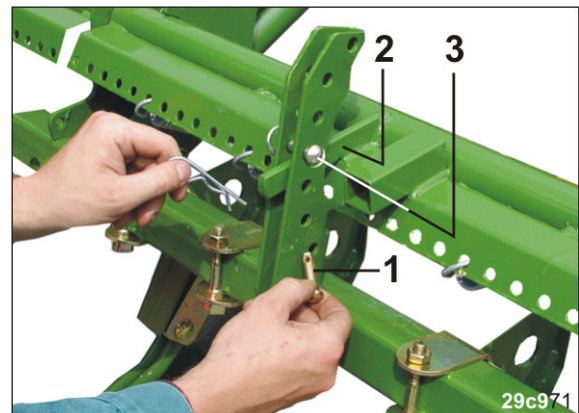

Fig. 193
- 1.3 Sett en bolt (Fig. 193/3) i et hull ovenfor spaken (Fig. 193/2) og sikre med låsesplint.
- 2.3 Sett bolten (Fig. 193/1) i et hull nedenfor spaken (Fig. 193/2) og sikre med en låsesplint.